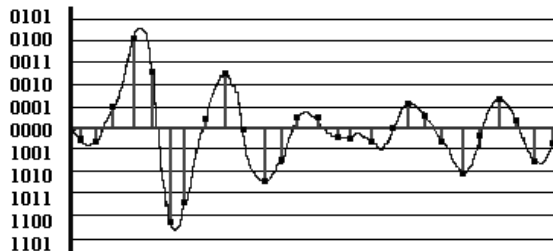
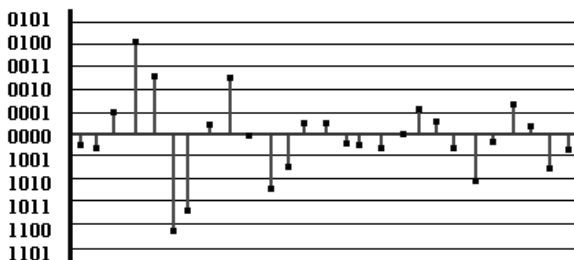

图 18.2 模拟信号的采样和量化
图 18.3 离散信号
对于将模拟信号变成数字信号，如图 18.2 所示，初学者想象就是把连续的线改成用点描出来，想法没错，这就是 ADC 采样索要干的。问题是，我用多密的点（采样率）才算把模拟信号的信息全部采集下来了呢？
我们来看图 18.3，这是把图 18.2 的模拟信号擦除以后剩下的离散信号。我们能根据图
18.3 靠描线的方法 100% 还原图 18.2 吗？神仙也不行。要是采样点更密一些呢（采样率更高）？多密都不行。不行的原因是，方法错误。想起一个笑话“X 总，您不能在家里电脑上 Ctrl+C，然后到公司电脑上再 Ctrl+V。不不，多贵的电脑都不行。”
我们现在回答“需要多高采样率”这个问题上来，首先必须先对图 18.2 信号进行傅里叶分解，得到最高次的正弦波频率，然后以两倍频率去采样，就有办法完整还原模拟信号。这种还原方法不是像图 18.3 那样描点成线想当然的方法，而是用不同频率信号所占比率的频谱方法描述。